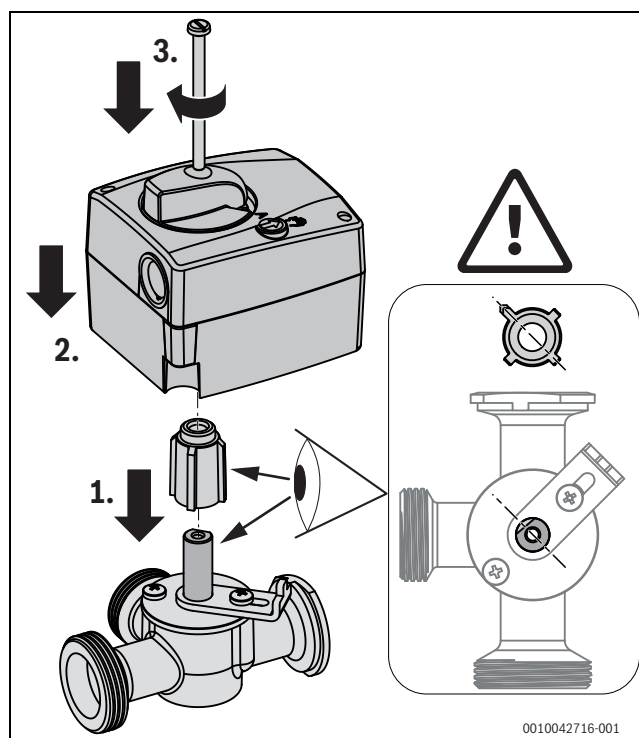

Bild 34 Mischermotor montieren
- ▶ Neuen Motor mit Mitnehmerhülse in der dargestellten Reihenfolge auf das Mischventil montieren (→ Bild 34).